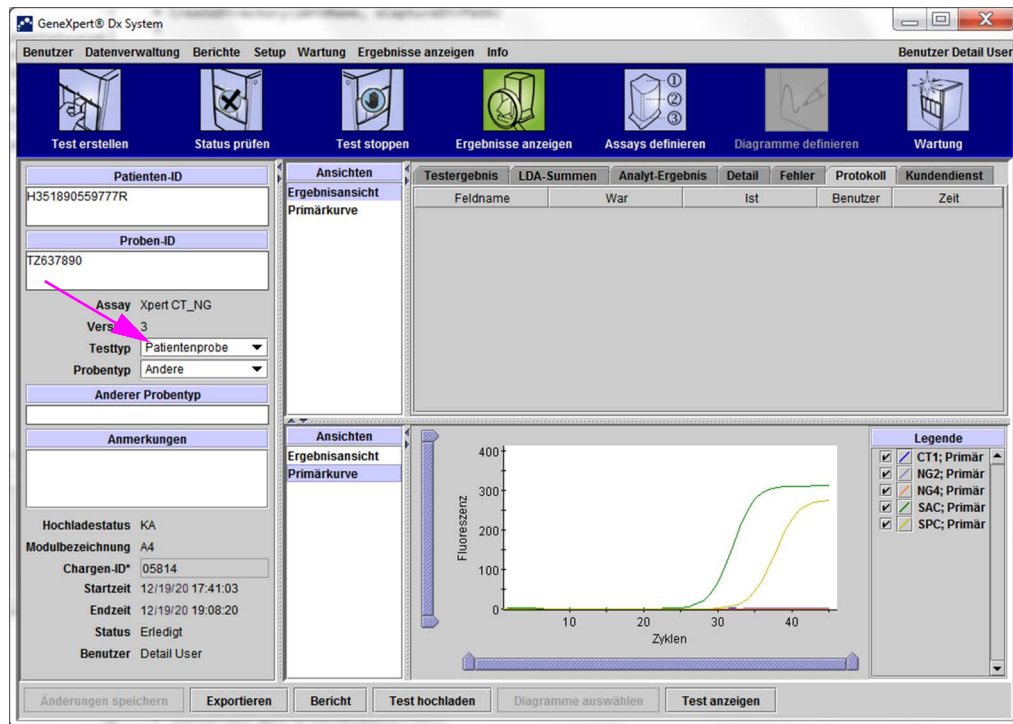

Abbildung 5-49. GeneXpert Dx Fenster „Ergebnisse anzeigen“ mit Auswahl der Registerkarte „Protokoll“
2. Klicken Sie auf die Registerkarte **Protokoll** im Fenster „Ergebnisse anzeigen“ (vgl. Abbildung 5-49). Die Registerkarte **Protokoll** wird angezeigt. Aus ihr geht hervor, dass keine Änderungen am Test vorgenommen wurden. Siehe Abbildung 5-49.